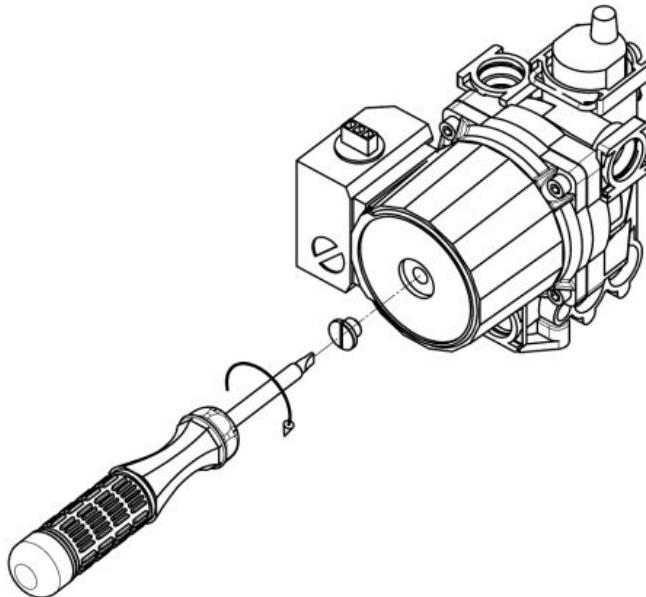

Рисунок 6 - проверка циркуляционного насоса
- При давлении выше 2 бар открыть клапан дренажный (13), см. п. 13.1, понизив давление до 1,5 бар. При давлении ниже 1 бар – открыть кран подпитки контура отопления (16) и закрыть кран при достижении давления от 1 до 1,5 бар;
- не блокирован ли насос. Для этого при помощи отвёртки открутите заглушку насоса и повращайте его вал несколько раз в разные стороны (см. рисунок 6). Затем плотно закрутите заглушку. При выполнении данной операции возможны протечки воды из насоса, после установки заглушки необходимо удалить остатки воды с компонентов котла (протереть);